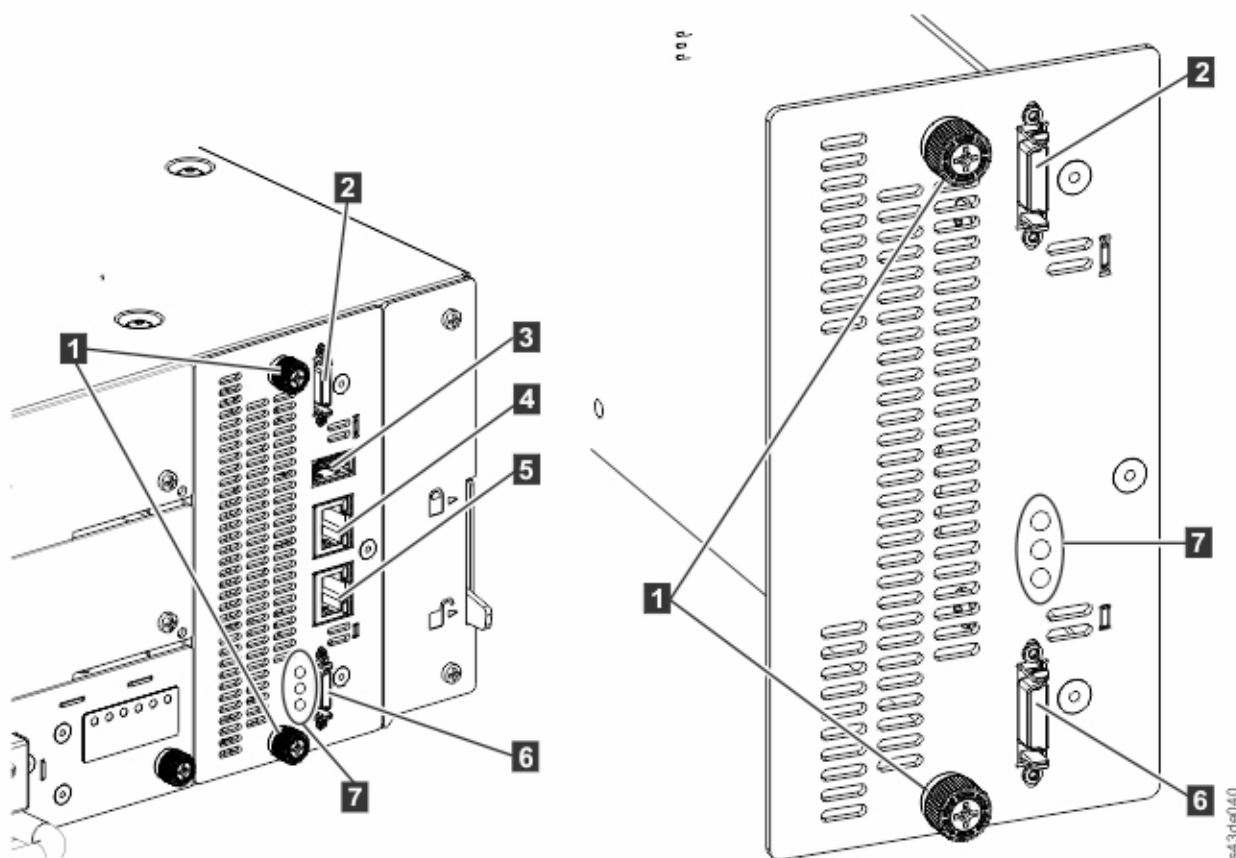

図 68. コントローラー・カード・コンポーネント
3. イーサネット・ケーブル (4および5) および USB ケーブル (3) がある場合は、それらを取り外します。(拡張モジュールにはイーサネット・ポートも USB ポートもありません。146 ページの図 68 を参照してください。)
4. コントローラー上の 2 個の青い拘束つまみねじ (1) を緩めます。
3. 指で青い拘束つまみねじ (1) を締めて、モジュールに固定します。
4. 前に取り外した拡張相互接続ケーブル (2および6)、イーサネット・ケーブル (複数の場合あり) (4および5)、および USB ケーブル (3) を元の位置に戻します。(拡張モジュールにはイーサネット・ポートも USB ポートもありません。146 ページの図 68 を参照してください。)